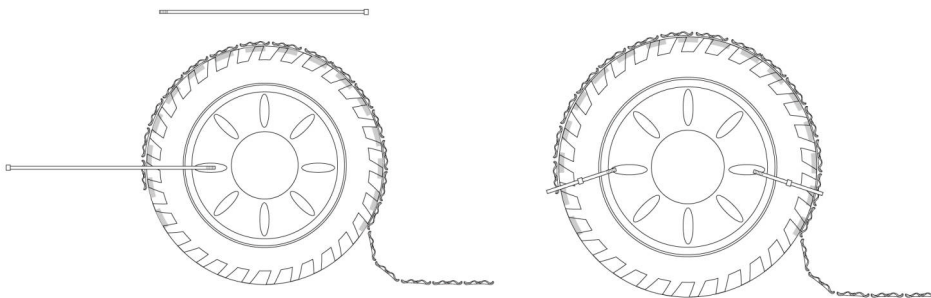

Fig. 3
3. Bloquez la première et la dernière plaque sur la bande de roulement avec le lien de serrage (H), laissant le reste de la chaîne libre (Fig. 3).